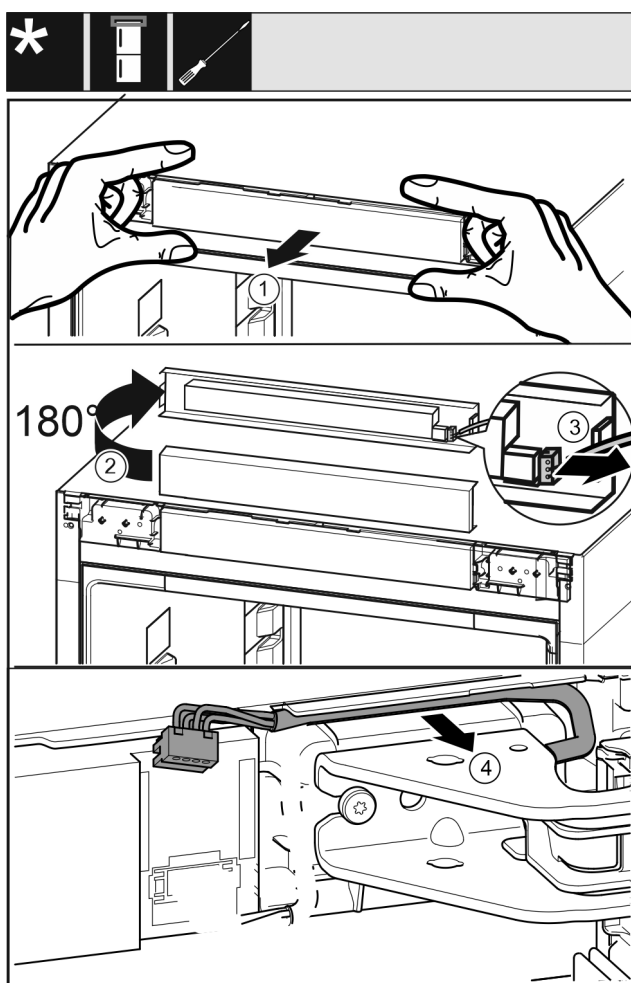

Fig. 9
- ▶ Okvir upravljalne plošče previdno ločite v smeri naprej. Fig. 9 (1)
- ▶ Okvir upravljalne plošče obrnite navzgor za 180°. Fig. 9 (2)
- ▶ Zaskočni nastavek potisnite nazaj in previdno izvlcite vtič. Fig. 9 (3)
- ▶ Kabel preko ležajnega podstavka previdno sprostite iz vodila. Fig. 9 (4)